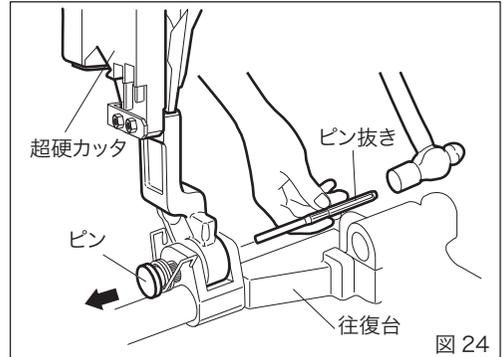

図 24
1. マシンの往復台と超硬カッタを連結しているピンをピン抜き等を利用して図24の矢印の方向に半分抜きます。